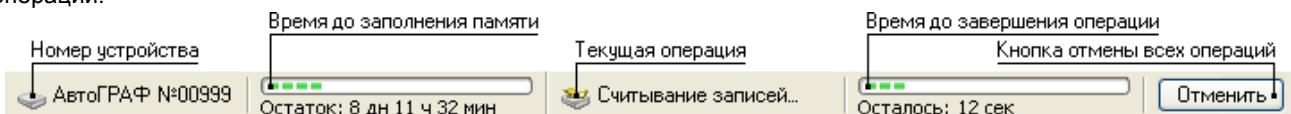

Рис. 79 – Панель устройства.
- Выберите **Меню – Устройство – Считать записи** или нажмите кнопку на Панели быстрого доступа. Ход считывания записей отображается на панели устройства. Для прерывания процесса считывания записей из устройства нажмите кнопку **Отмена**, которая расположена на панели устройства (рис.79).